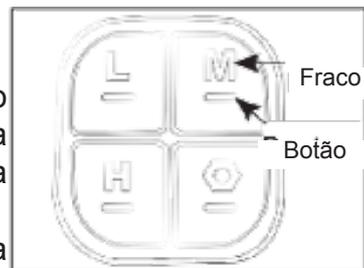

Fig.6A
3. L / M / H somente três modos selecionados na rotação para frente, L / M / H três modos e modo (modo R) são selecionados na rotação reversa. Quando a letra que você pressiona está acesa, a ferramenta está pronta para funcionar. (Fig. 6A).